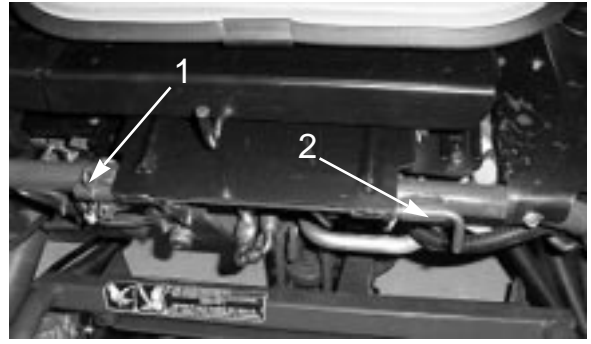

図 6
8. シート・アセンブリを取り付け（図6）、シート・ピボット・ロッドとコッター・ピンで固定する。